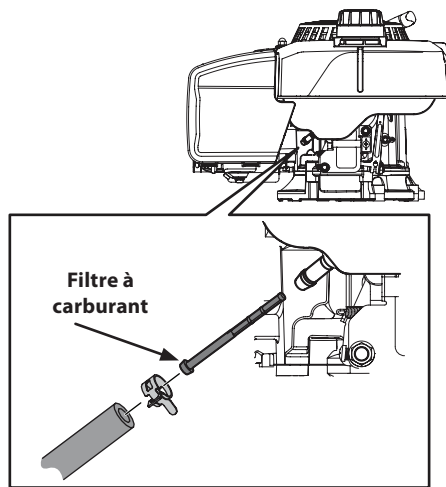

Figure 6-5
2. Enlevez la bride en C de la canalisation de carburant et débranchez celle-ci du réservoir de carburant. Voir la Fig. 6-5.
4. Tenez le filtre neuf par l'extrémité à épaulement et insérez-le complètement dans l'orifice du réservoir de carburant. Voir l'encadré de la Fig. 6-5.